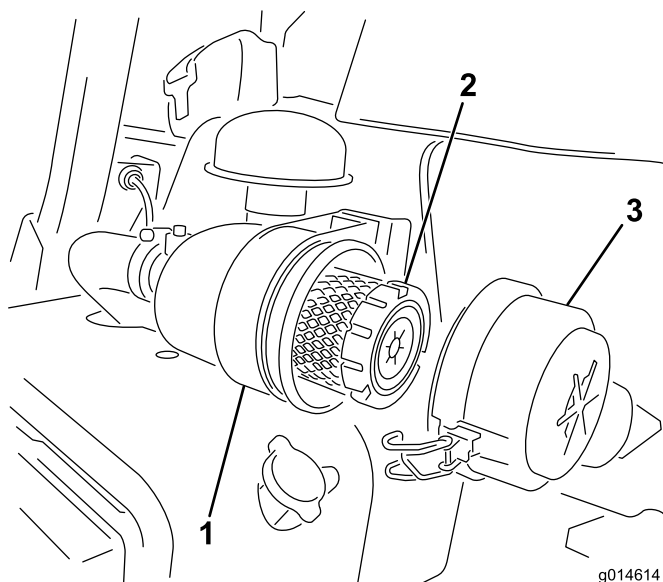

Figura 42
1. Liberte os trincos que fixam a cobertura do filtro de ar ao respectivo corpo (Figura 42).
6. Prenda os trincos (Figura 42).